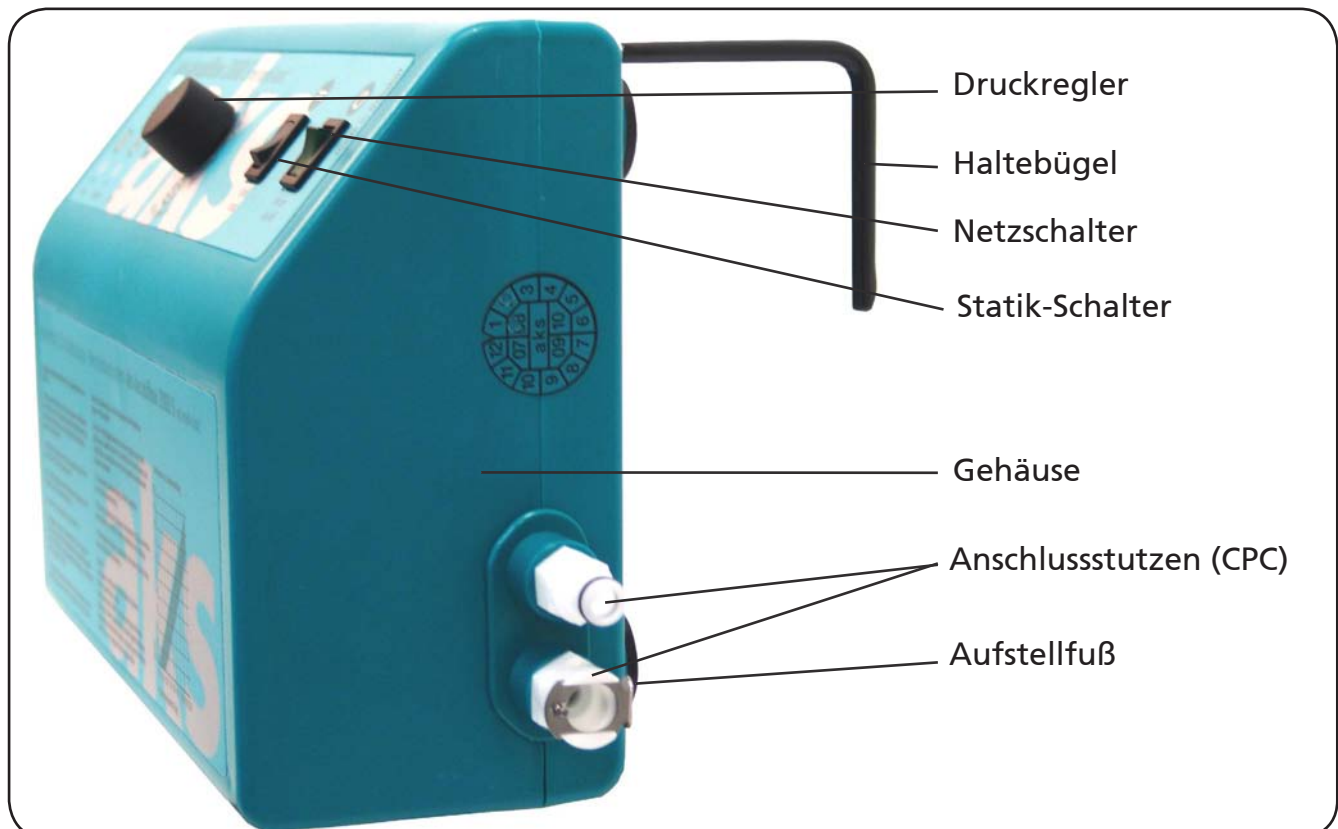

Abbildung 03
7. Das Aggregat verfügt über eine Aufhängevorrichtung (Haltebügel) und 4 Aufstellfüße (siehe Abbildung 03). Hängen Sie das Aggregat mit den beiden umklappbaren Haltebügeln an das Fußende des Bettes oder stellen Sie es auf eine Konsole neben das Bett.